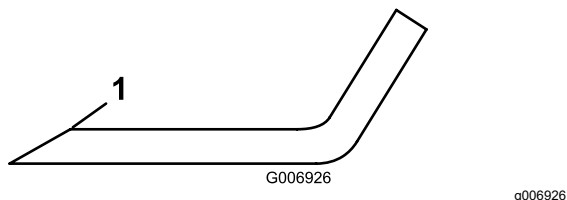

Рисунок 68
сохраняйте первоначальный угол заточки (Рисунок 68).
6. Если нож затупился или имеет зазубрины, заточите только верхнюю режущую кромку, сохраняя первоначальный угол заточки (Рисунок 68).